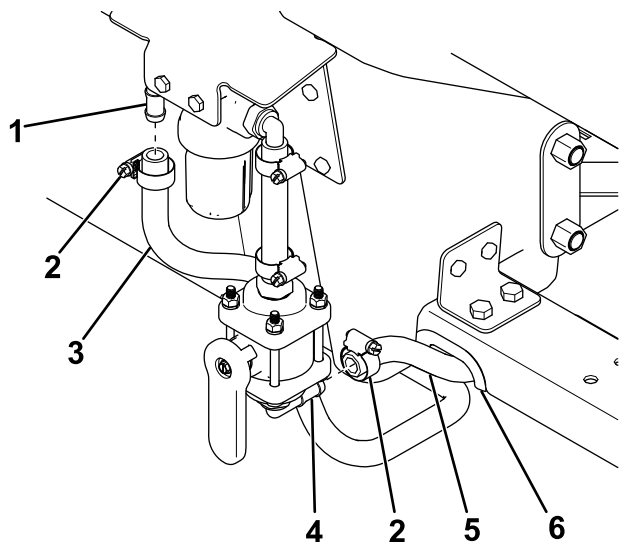

Figure 36
6. Fixez le flexible de 1,2 m (48 po) de la pompe au raccord à 90° du filtre au moyen d'un collier (Figure 36).
7. Fixez l'extrémité libre du flexible de la cuve au raccord à 90° du clapet à bille au moyen d'un collier (Figure 36).
8. Glissez une des protections de bord sur le longeron de cadre, comme montré à la Figure 36.